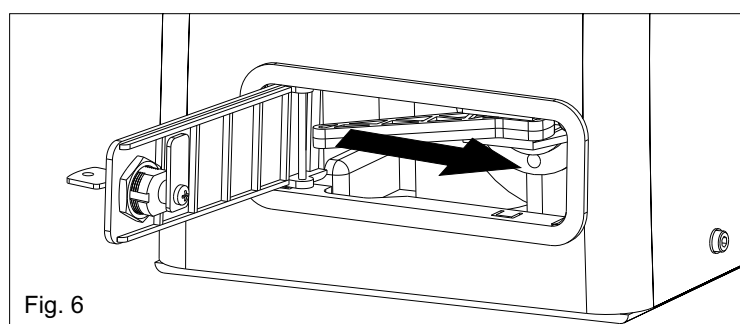

Fig. 6
- Afferrare la maniglia dello sblocco e portarla completamente a destra vincendo la resistenza della molla interna (Fig. 6).